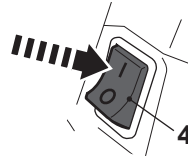

Fig. 25
- > Mettez l'interrupteur [4] sur «I» (marche) (Fig. 25).